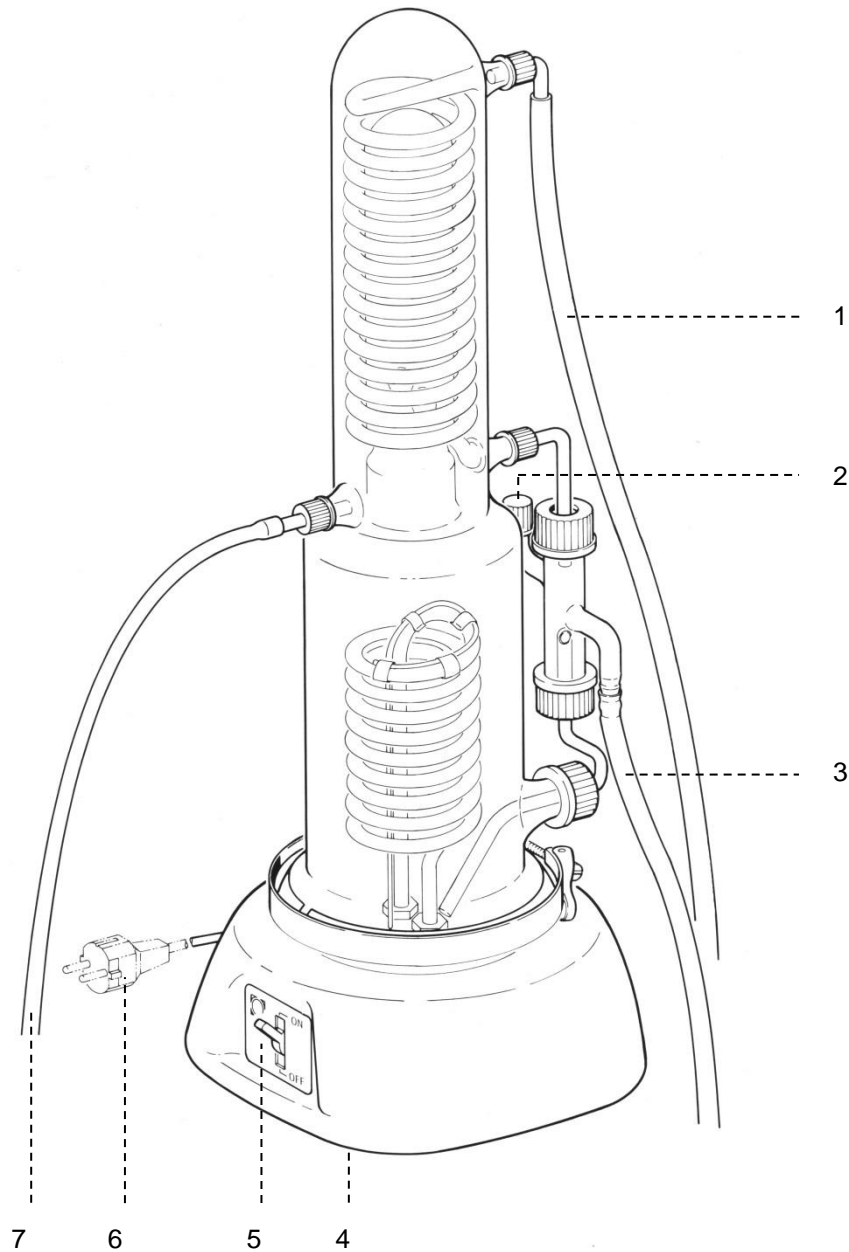

Fig. 1
1. Raccorder l'appareil selon la Fig. 1